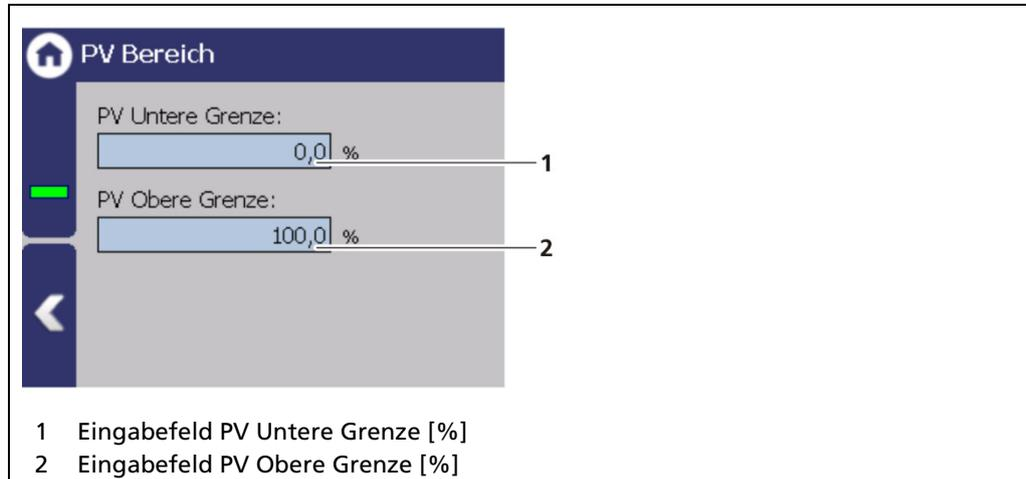

Abb. 105 Signalbearbeitung (PV-Bereich)
1. Klicken Sie auf das Eingabefeld (Abb. 105, Pos.1), um den Füllstand in Prozent [%] einzugeben, der einem Ausgabestrom von bspw. 4 mA entsprechen soll.
3. Klicken Sie auf das Eingabefeld (Abb. 105, Pos.2), um den Füllstand in Prozent [%] einzugeben, der einem Ausgabestrom von 20 mA entsprechen soll.